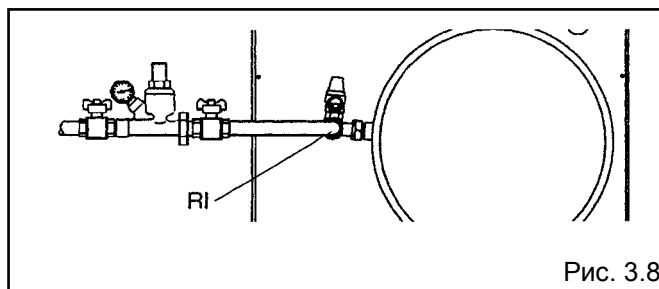

Рис. 3.8
- закройте кран подпитки (рис. 3.8).